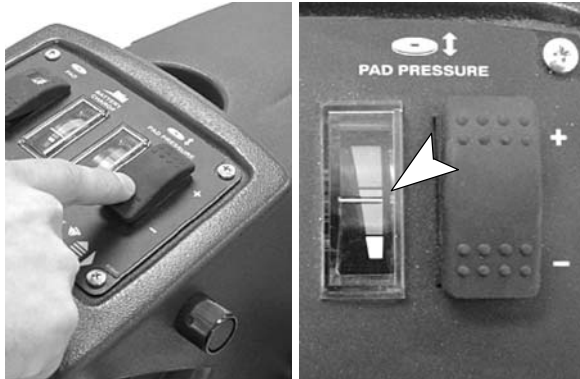

FIG. 14
- Réglez l'appareil de mesure de la pression du patin dans la zone verte. Appuyez sur le bouton de réglage de la pression du patin pour réduire ou augmenter la pression. Pour obtenir un résultat optimal, réglez l'aiguille de la manière illustrée. (Figure 14).